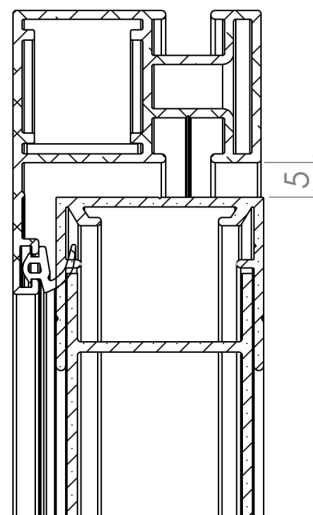

Figure 10
2. Ajustez les jeux haut et bas en ajustant la hauteur des gonds (Fig. 10).